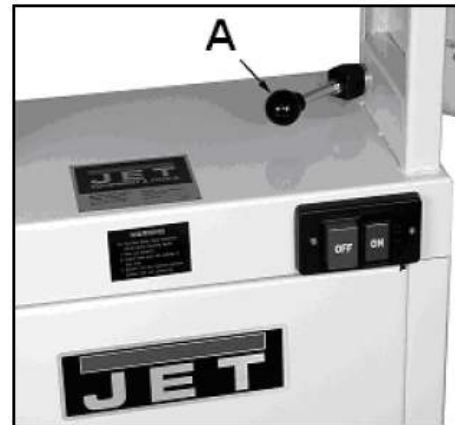

Рис. 12
Отключите станок от питания. Ослабьте зажимную ручку (A) (Рис. 12). Установите консоль в вертикальное положение. Между столом и шлифовальной головкой должен быть угол 90° , отрегулируйте и закрепите 2 упорных винта на задней стороне станка.